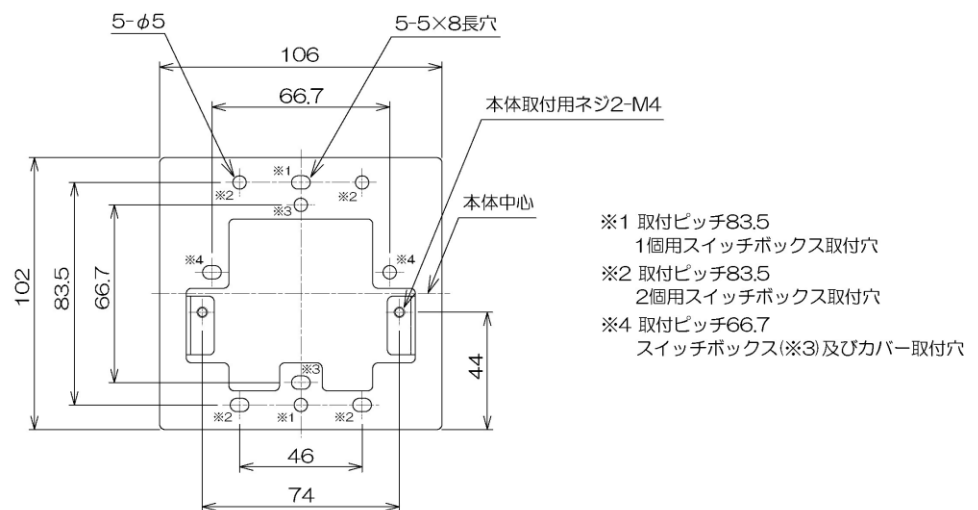

図4 スwitchボックス取付用アタッチメント金具
- (1) 図4に示す付属のスイッチボックス取付用アタッチメント金具を、付属の取付ネジ（M4×8）を用いて壁面のスイッチボックス金具、又はカバーに取り付けます。
尚、図4 ※4の穴を使用する場合は、酸素計本体はアタッチメント金具の中心より8mm下がって取り付けられますのでご注意ください。